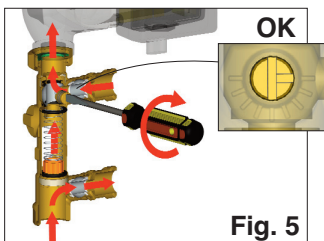

Fig. 5
- Positionner la vis de régulation comme sur la fig. 5 ;